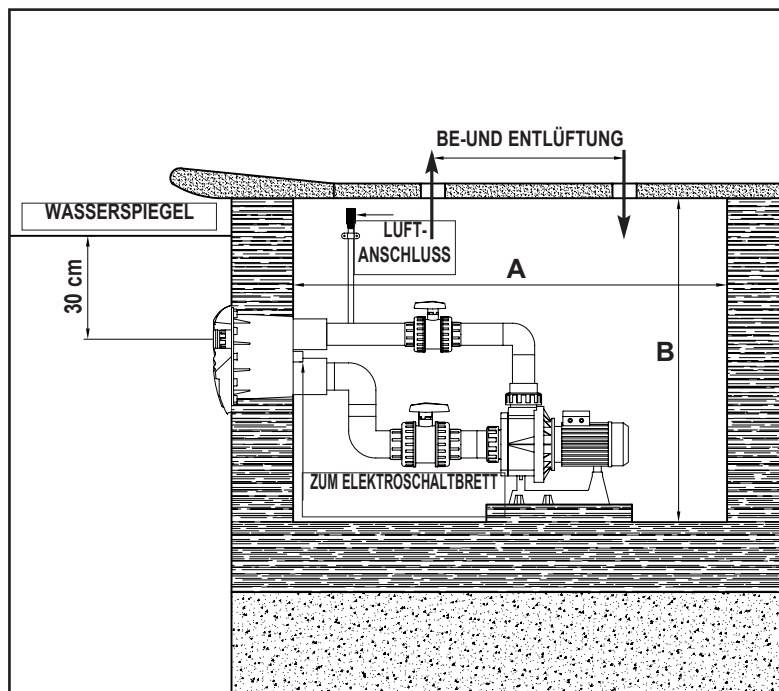

Fig. 8
10.1 Bevor wir die HIDROJET - Anlage installieren, müssen wir die am Aufstellungsort für die Anordnung zur Verfügung stehenden Abmessungen untersuchen und uns versichern, daß im Augenblick der Montage kein Platzmangel entsteht. Dazu überprüfen wir, ob die Mindestmaße für das zu installierende Modell geeignet sind, wie es in der beigefügten Tafel und in der Fig.8 angegeben wird.